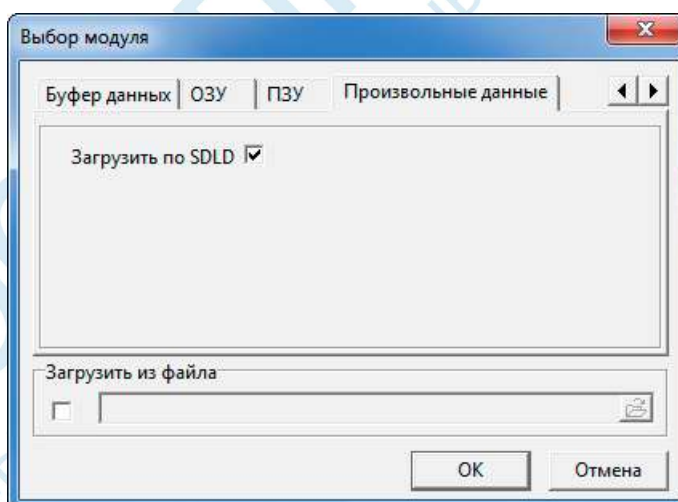

Рис. 6.19.
- ◆ Произвольные данные, Рис. 6.19. Реализует обвязку протокола SDLD (поточная загрузка / выгрузка блоков информации). Перед открытием Hex редактора возможна загрузка блока данных с соответствующим образом проинициализированного накопителя. Т.е. накопителю в терминале необходимо предварительно подать команду манипуляции с данными, работающую с блоками SDLD, а затем выполнить либо загрузку информации в редактор, либо выгрузку в накопитель.